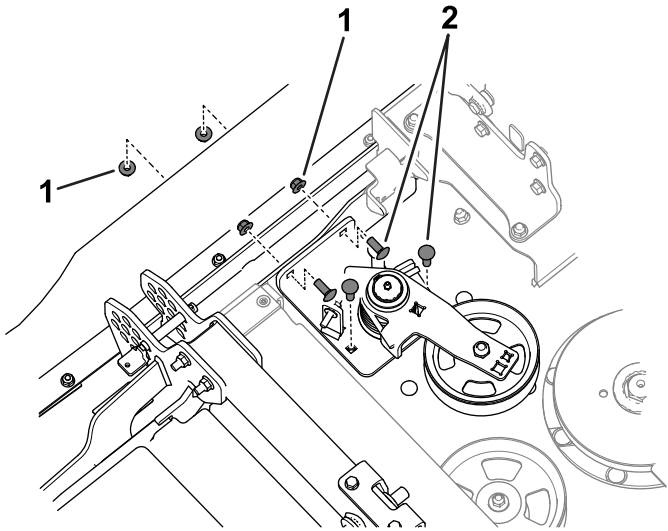

Figura 3
3. Retire los pernos de cuello cuadrado y las tuercas que sujetan el conjunto de tensor a la unidad de corte (Figura 3).